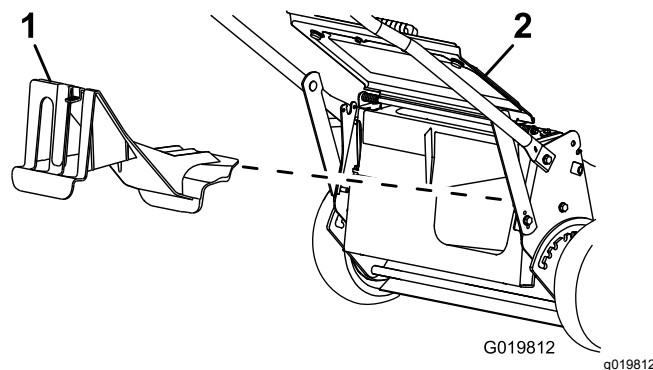

Рисунок 23
- Если задняя выпускная заглушка не установлена, возьмите ее за рукоятку, поднимите заднюю дверцу и вставьте ее в желоб заднего выброса, пока защелка не зафиксируется на месте, см. Рисунок 23.
2. Нажмите большим пальцем на фиксатор задней выпускной заглушки и снимите заглушку (Рисунок 23).